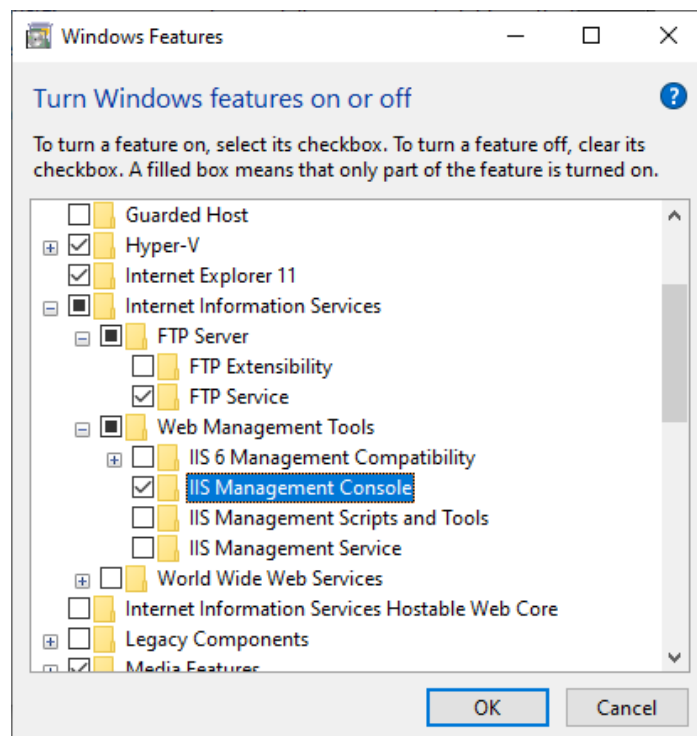

Abbildung 29 „FTP Service“ (FTP-Server) und „IIS Management Console“ (IIS-Verwaltungskontrolle) wählen
5. Wählen Sie **FTP Service** (FTP-Server) und **IIS Management Console** (IIS-Verwaltungskontrolle) (siehe Abbildung 29).